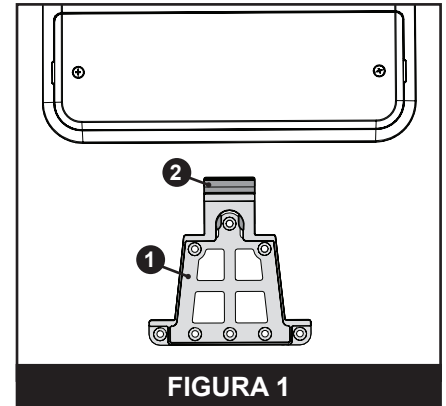

FIGURA 1
- El *Soporte de montaje (1)* se instalará de manera que queden hacia abajo los orificios para el cableado del controlador. Consulte la **FIGURA 1** para ver la correcta orientación del soporte.